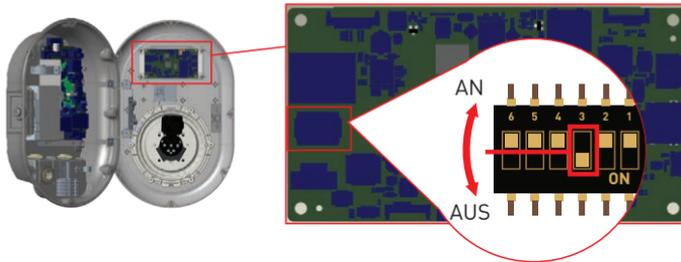

Figure.28
- Wenn Sie die Web-Konfigurationsoberfläche aktivieren möchten, sollte sich die dritte Position des DIP-Schalters in der Position „OFF“ befinden, wie in Abbildung 28 gezeigt.
- Wenn Sie die Web-Konfigurationsoberfläche deaktivieren möchten, sollte die dritte Position des DIP-Schalters auf „ON“ stehen, wie in Abbildung 28 gezeigt.